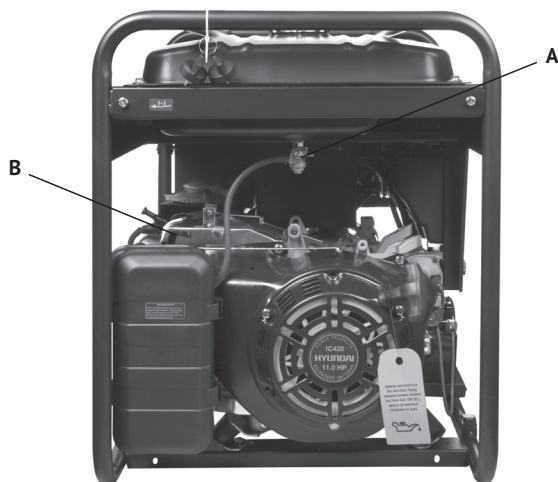

Рис. 9
- Установить топливный клапан в положение «ОТКР», Рис. 9, **А**.
- Установить воздушную заслонку в положение «ЗАКР», Рис. 9, **В**.
- По мере прогрева, медленно вернуть воздушную заслонку в положение «ОТКР» (Рис. 9).